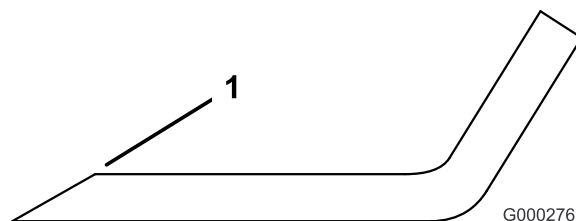

Bild 23
3. Prüfen Sie die Schnittkanten der Messer. Schärfen sie, wenn die Kanten stumpf sind oder Kerben haben. Schärfen Sie nur die Oberseite der Schnittkanten und behalten dabei den ursprünglichen Schnittwinkel bei, um die Schärfe des Messers zu gewährleisten (Bild 23). Das Schnittmesser behält seine Auswuchtung bei, wenn von beiden Schnittkanten die gleiche Materialmenge entfernt wird.